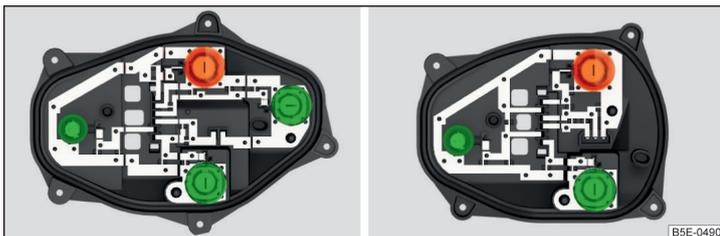

Abb. 233 Innerer Teil der Leuchte: Grundleuchte / Leuchte mit LED-Dioden
- Die jeweilige Glühlampe » Abb. 233 bis zum Anschlag entgegen dem Uhrzeigersinn drehen und aus dem Lampenhalter herausnehmen.